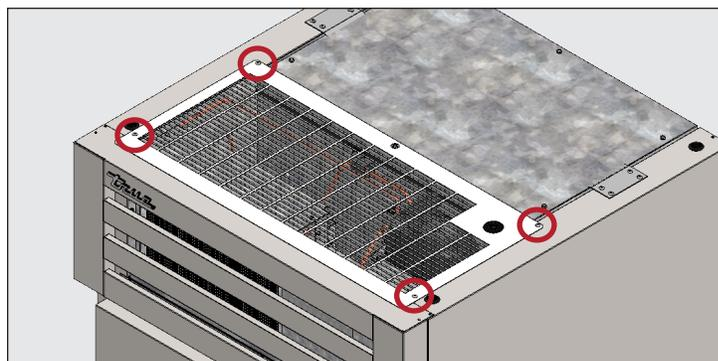

Fig. 1: Localização dos parafusos da grade superior.
2. Remova os parafusos da grade superior. Veja a Fig. 1.